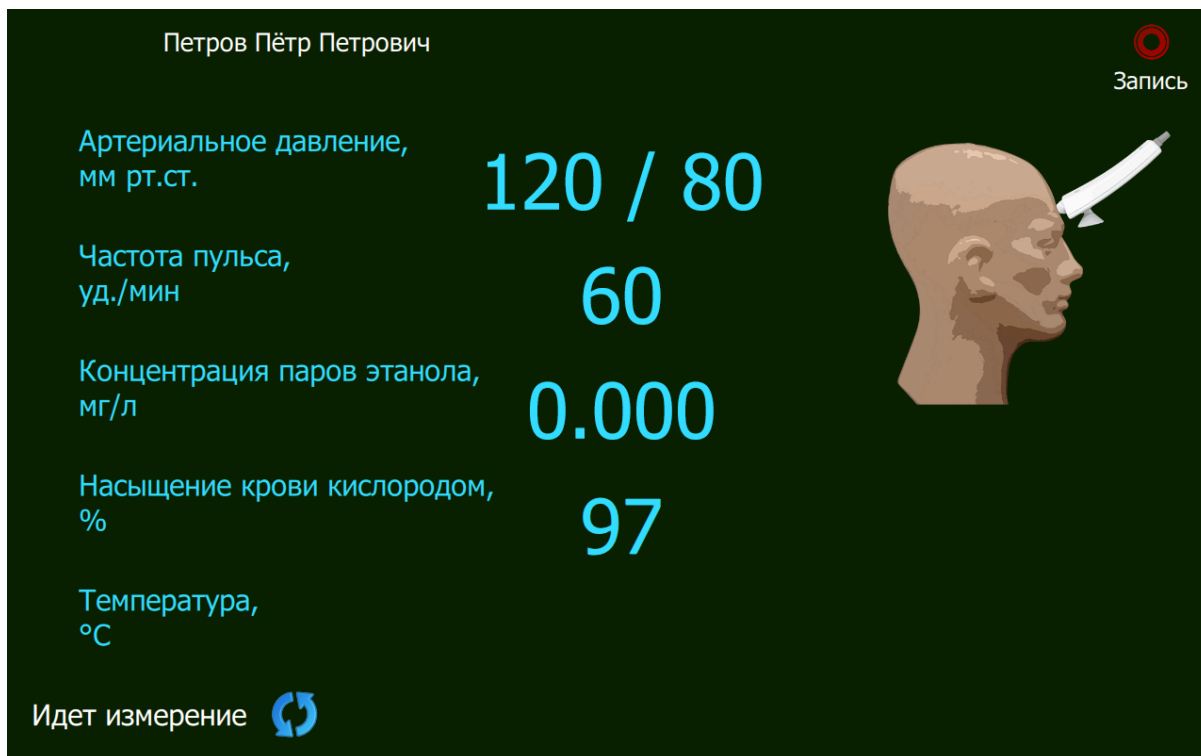

Рисунок 41 – Измерение температуры тела бесконтактным методом
2. Прислоните ВИК ко лбу в соответствии с рекомендациями на экране (рисунок 41).